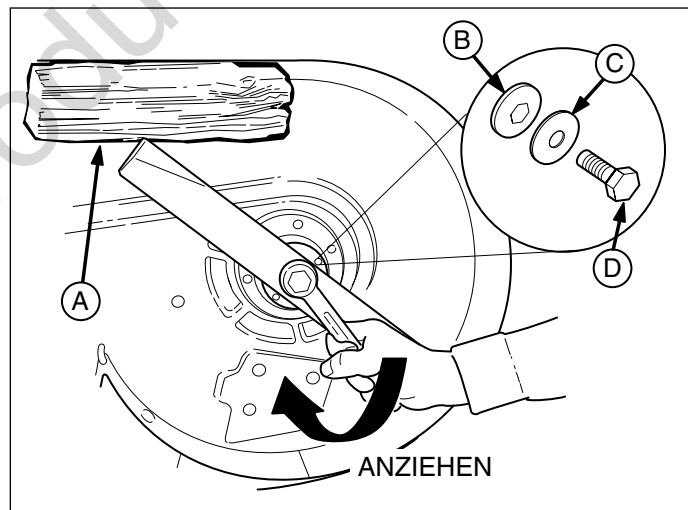

Abb. 21. Anbringen des Messers
3. Die Kopfschraube (D, Abb. 21), Federring (C), Sechskantunterlegscheibe (B) und Messer entfernen.
6. Die Sechskantunterlegscheibe (B, Abb. 21), den Federring (C) und die Kopfschraube (D) wieder anbringen. Messerrotation durch Holzblock (A) verhindern und Kopfschraube (D) mit 61-75 Nm anziehen.